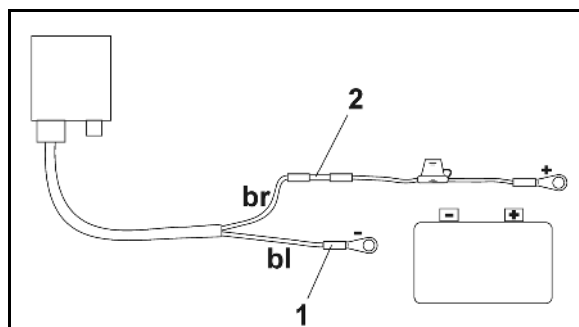

Рис. 17
5. Синюю жилу кабеля (масса) введите в свободное кольцо (Рис. 17/1).
7. Коричневую жилу кабеля (+ 12 Вольт) введите в свободный конец стыкового соединителя (Рис. 17/2).
9. Усадите стыковое соединение (Рис. 17/2) при помощи источника тепла (зажигалки или фена), так чтобы выступил клей.